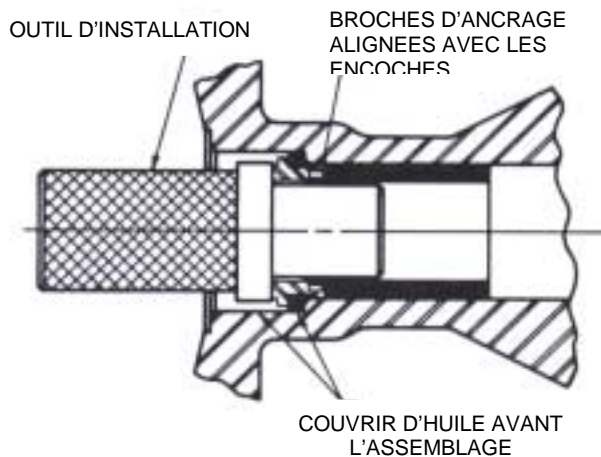
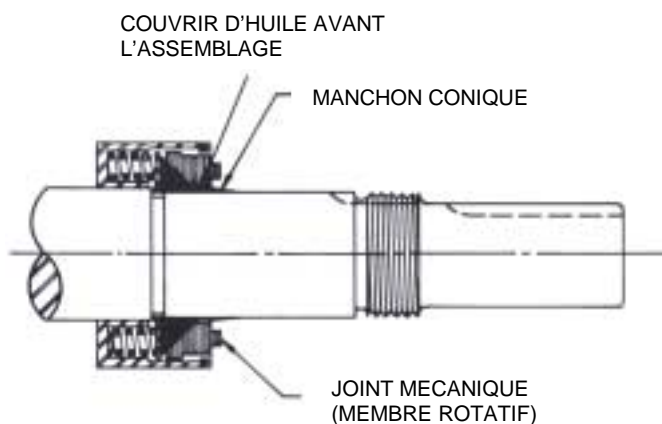
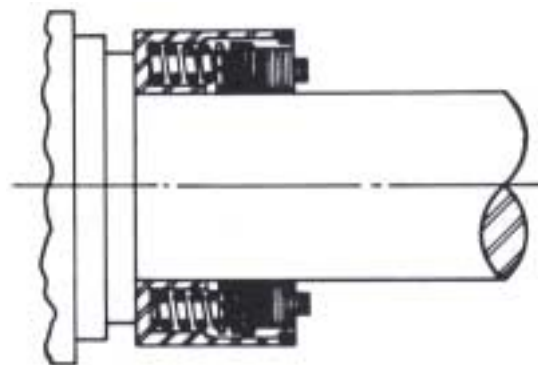

FIGURE 6
FIGURE 7
FIGURE 8
1. Installation d'un nouveau joint (Série 4724): Le joint utilisé pour cette pompe est simple à installer et vous donnera entière satisfaction s'il est installé avec soin. (Voir Figure 4) pour l'identification des pièces. NOTE: Ne touchez les surfaces de la garniture qu'avec des mains ou un chiffon propres. Nettoyez le moyeu du rotor et le boîtier d'étanchéité. Vérifiez qu'ils soient débarrassés de toute poussière et particules. Recouvrez d'huile l'extérieur du siège de la garniture et l'intérieur du boîtier d'étanchéité du joint. Engagez le siège du joint dans le suralésage du joint à l'aide du pouce et de l'index. Assurez-vous que les broches d'ancrage soient alignées afin de s'engager dans les encoches à l'extrémité de la douille du boîtier comme en Figure 6. Utilisez un coussin de carton pour protéger la surface de recouvrement du siège du joint et enfoncez le siège au fond du suralésage du joint avec un pilon en bois et un marteau léger. (L'installation en usine se fait avec un mandrin spécial. Il a un diamètre important qui couvre la totalité de la surface du siège et une extension qui pilote l'entrée de la douille du boîtier). Placez le manchon conique (fourni avec les joints de rechange, tailles H-LL) sur l'arbre comme en Figure 7. Recouvrez l'intérieur du membre rotatif et l'extérieur du manchon d'une légère couche d'huile. Placez le membre rotatif sur l'arbre, par dessus le manchon et contre le moyeu du rotor. (Voir Figure 8.) Retirez le manchon conique. Serrez les vis d'arrêt sur le membre rotatif. Certains joints peuvent être équipés de crochets d'installation. Une fois que le joint est installé à l'endroit correct sur l'arbre, ces derniers doivent être retirés.